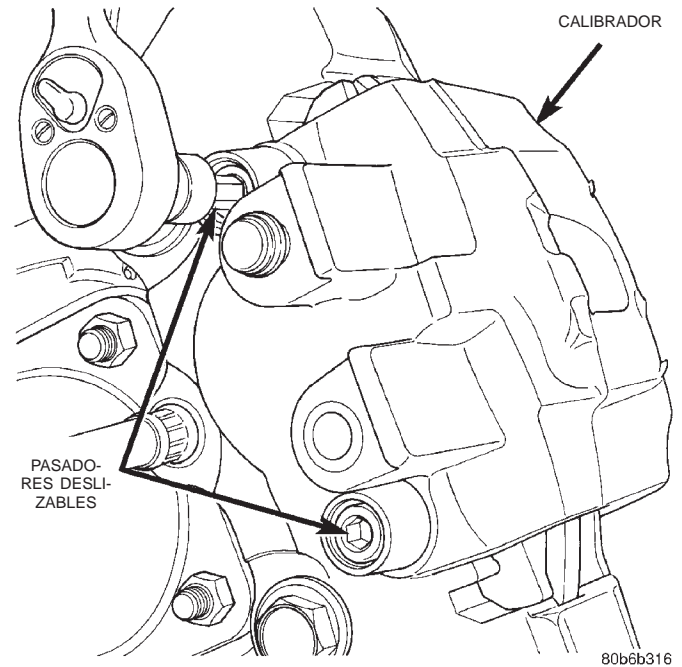
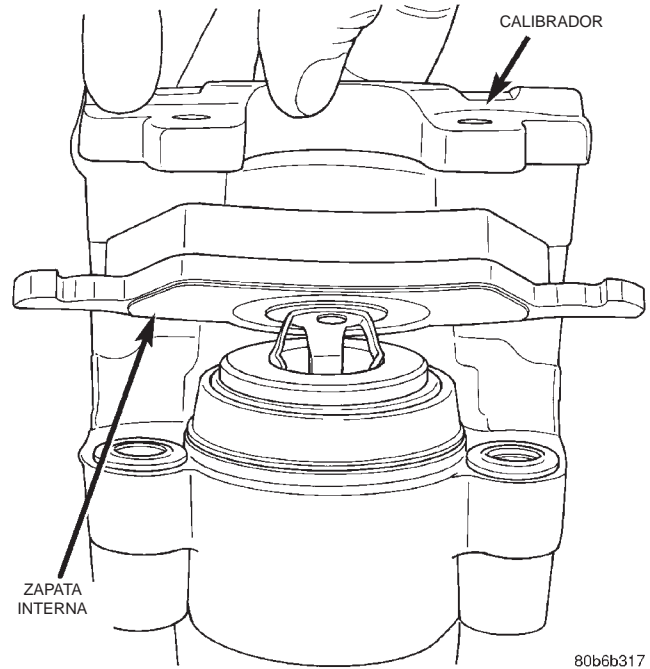

Fig. 35 Pasadores deslizables del calibrador
Fig. 36 Zapata de freno interna
- (7) Retire las tapas de los casquillos de pasadores deslizables del calibrador y retire los pasadores deslizables (Fig. 35).
- (8) Retire el calibrador del anclaje.
- (9) Retire la zapata de freno interna (Fig. 36).
- (1) Instale la zapata de freno interna (Fig. 36).
- (2) Lubrique los pasadores deslizables y los casquillos de pasadores deslizables con grasa Dow Corning® G807 o la grasa provista con el calibrador.
- (3) Instale el calibrador en el anclaje.
- (4) Instale los pasadores deslizables del calibrador y apriételos con una torsión de 29-41 N·m (21-30 lbs. pie).